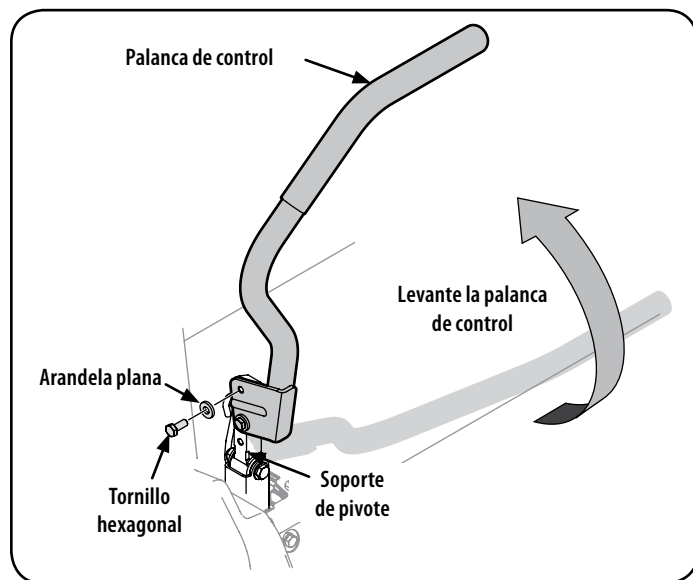

Figura 4
2. Levante y gire esa palanca de control hacia arriba hasta que el orificio ranurado del soporte de la palanca quede alineado con uno de los orificios del soporte de pivote. Vea la Figura 4.
3. Deslice la arandela plana hacia el tornillo hexagonal. Desde afuera, inserte el tornillo hexagonal con arandela a través de la ranura de la palanca de control y el orificio del soporte de pivote. Vea la Figura 4. Ajuste el tornillo con una llave de 1/2" pero no lo ajuste completamente.